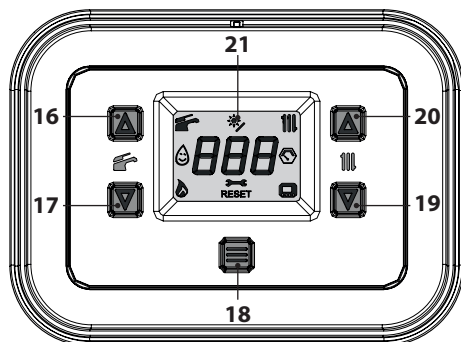
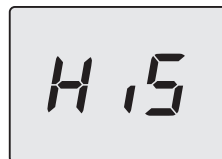
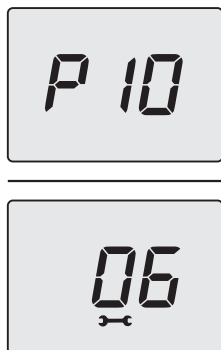
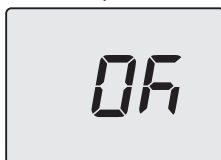

Figura 5.55
Figura 5.56
Figura 5.59
Figura 5.60
- Entrare in "modalità programmazione" premendo contemporaneamente per 5 secondi i tasti 17 e 19 (Figura 5.55) fino a far apparire sul display LCD le lettere **HIS** che indicano il menu "Storico delle caldaia" (Figura 5.56).
- Premere per 1 sec. il tasto 18 (Figura 5.55) per entrare nel parametro selezionato. Il display visualizzerà quanto segue (6=60 secondi) (Figura 5.59).
- Premendo il tasto 18 (Figura 5.55) si ottiene la conferma del valore inserito. Il display visualizzerà per 5 sec. quanto segue (Figura 5.60) poi, si porterà al livello superiore.
- tenere premuti contemporaneamente i tasti 17 e 19 per 5 sec. (Figura 5.55) (ritorno al livello precedente).